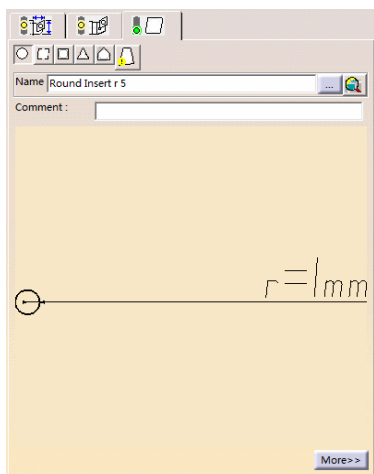

图 7-18 刀片选项卡 (1)
- 单击刀具参数选项卡中的，切换到刀片选项卡（1），设置刀片类型以及刀片参数，如图 7-18 所示。